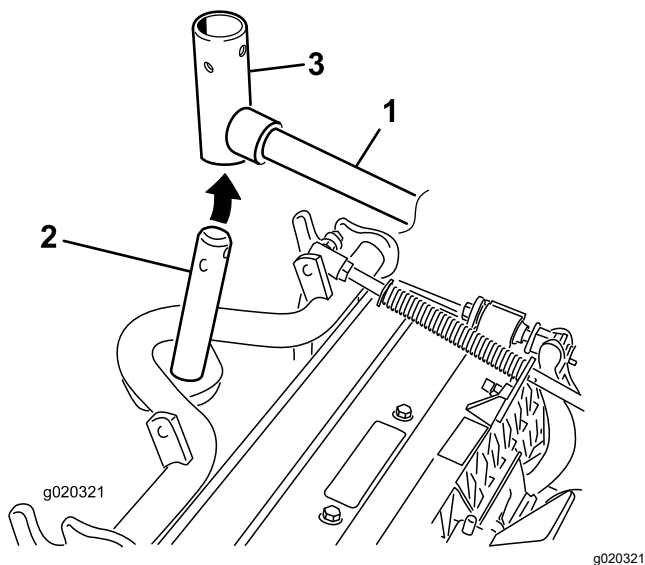

Figure 10
3. Pour les unités de coupe avant, poussez une unité de coupe sous le bras de levage tout en insérant l'arbre du bâti porteur dans la chape de pivot du bras de levage (Figure 10).
2. Insérez la chape du bras de levage sur l'arbre du bâti porteur (Figure 10).